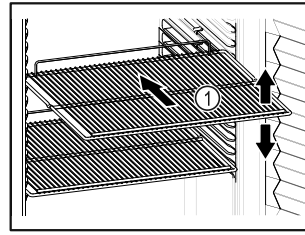

Fig. 18 Representación a modo de ejemplo
- Si los estantes de rejilla Fig. 18 (1) se pueden colocar en distintas posiciones, ajustarlos en altura.